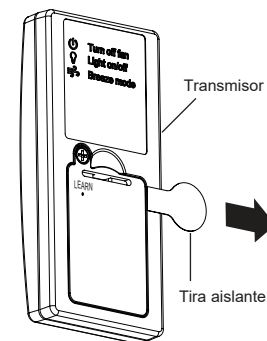

Fig. 18
**Paso 2.** Tire con cuidado de la tira aislante del transmisor Para activar la batería preinstalada CR2032 de 3V tipo botón/moneda. Deseche la tira aislante. (Fig. 18)